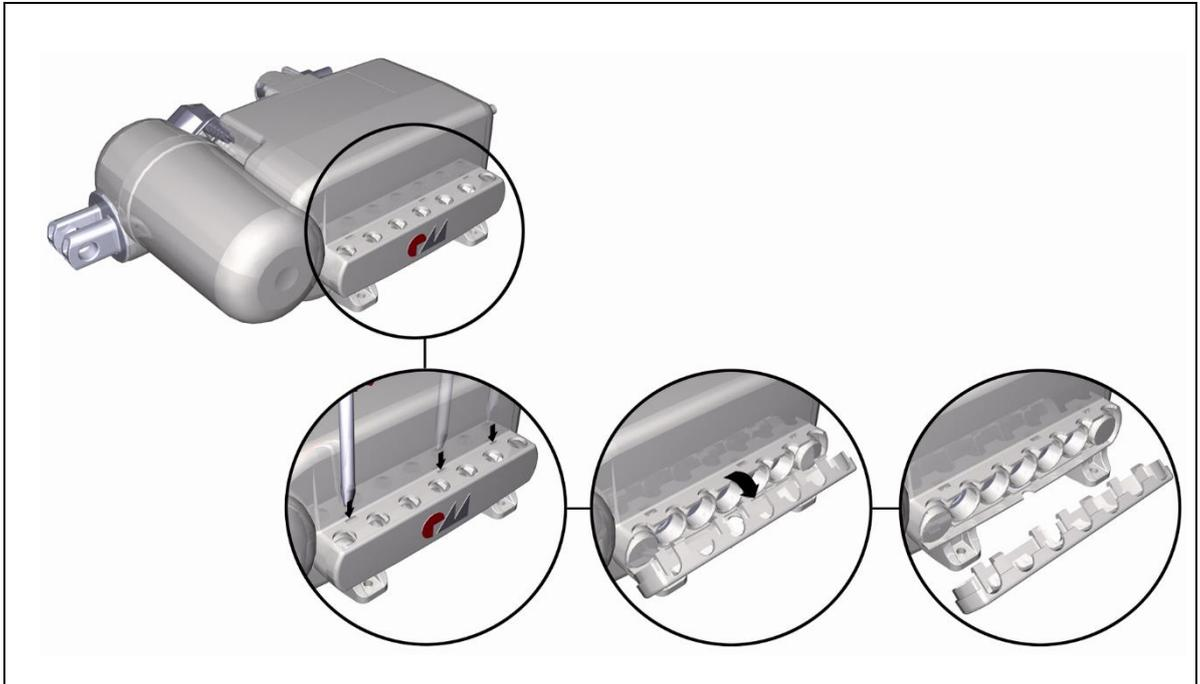

Abbildung 16 Öffnen der Auszugssicherung an der Steuerung MCL II
- 2 Drücken Sie mit einem geeigneten Werkzeug die drei Rastnasen in den Aussparungen herunter, wie in Abbildung 16 gezeigt. Kippen Sie gleichzeitig die Auszugssicherung nach vorne, so dass sich die Rastnasen aus den Aussparungen lösen.
- 2 Öffnen und entfernen Sie die Auszugssicherung (siehe Abbildung 16).